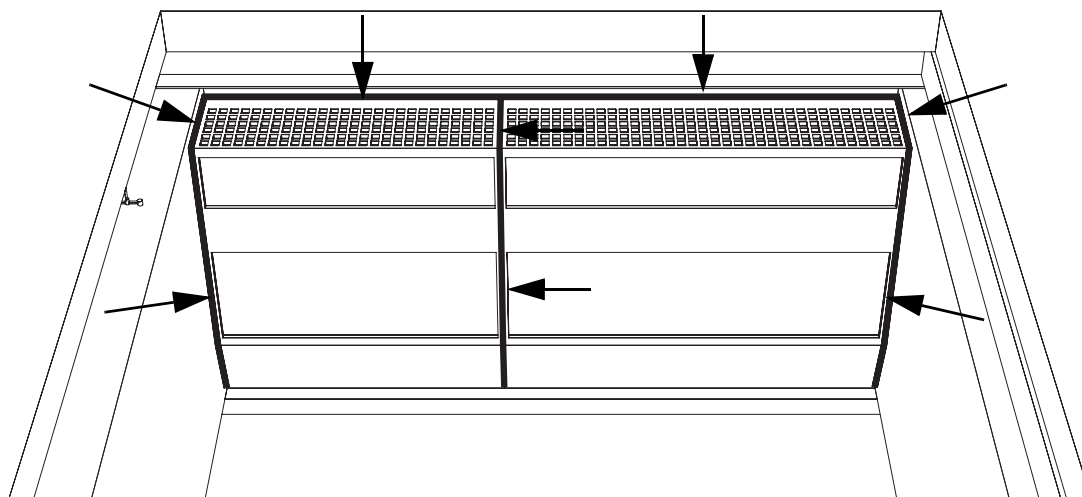

Abbildung 3-7 Abdichtende Spalten (von der Tiefkühlzelle aus gesehen)
- Die Spalten zwischen dem/den Gerät(en) und dem Korridor mit Silikonkitt, wie in Abbildung 3-7 dargestellt, abdichten.